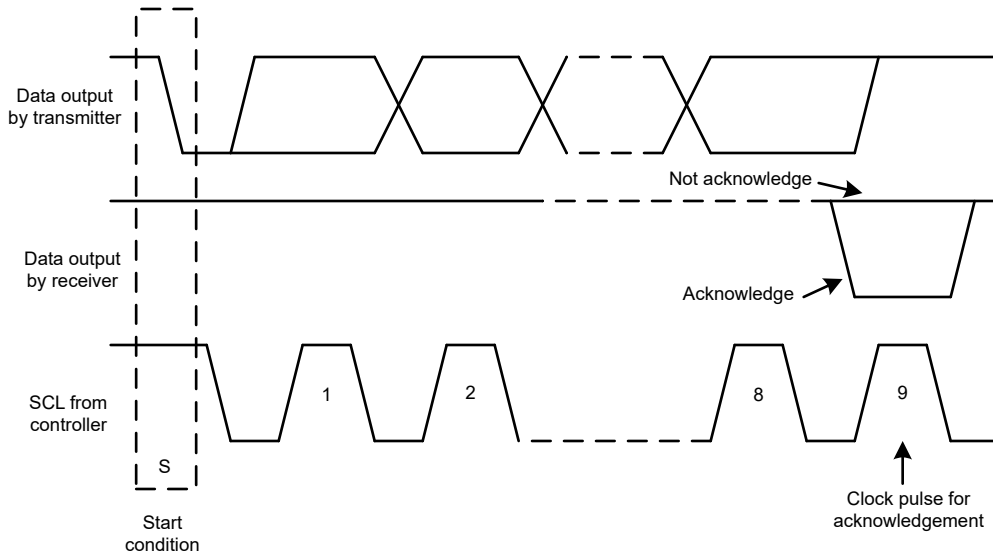
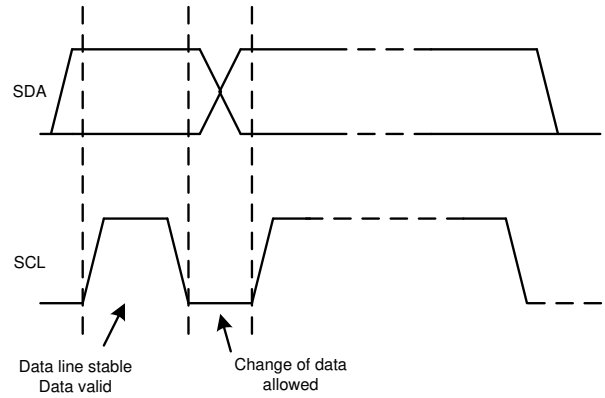

図 6-13. I2C バスのアクノリッジ (受信確認) とアクノリッジなし
図 6-15. I2C バスのビット転送
指定のタイミング信号を除いて、I2C インターフェイスではシリアルバイトを扱います。各バイトの最後に、9 回目のクロックサイクルで確認応答信号が生成および検出されます。アクノリッジ (受信確認) は、9 回目のクロックサイクルの High 期間中 SDA ラインを Low にすることで行われます。アクノリッジなしは、図 6-13 に示すように 9 回目のクロックサイクルの High 期間中 SDA ラインを High のまま保持することで行われます。
2. 次に、コントローラは SCL パルスを生成し、7 ビットのアドレスと読み取り/書き込み方向ビット (R/W) を SDA ライン上で送信します。すべての送信中、コントローラはデータが有効であることを確認します。有効なデータ条件では、図 6-15 に示すように、クロックパルスのハイ期間全体にわたって SDA ラインが安定している必要があります。すべてのデバイスは、コントローラによって送信されたアドレスを認識して、そのアドレスを内部の各固定アドレスと比較します。図 6-13 に示すように、一致するアドレスを持つターゲットデバイスだけが、9 番目の SCL サイクルのハイ期間全体にわたって SDA ラインをローにすることで、アクノリッジを生成します。コントローラがこのアクノリッジ (受信確認) を検出すると、ターゲットとの通信リンクが確立されます。